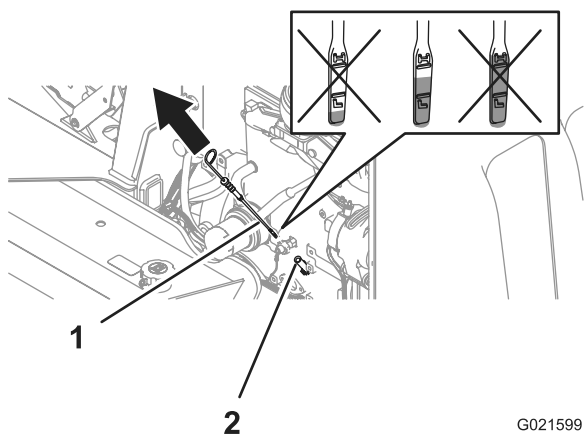

Figure 21
2. Sortez la jauge (Figure 21) et essuyez-la sur un chiffon propre (Figure 21).
3. Insérez la jauge au fond du goulot de remplissage, puis ressortez-la (Figure 21).